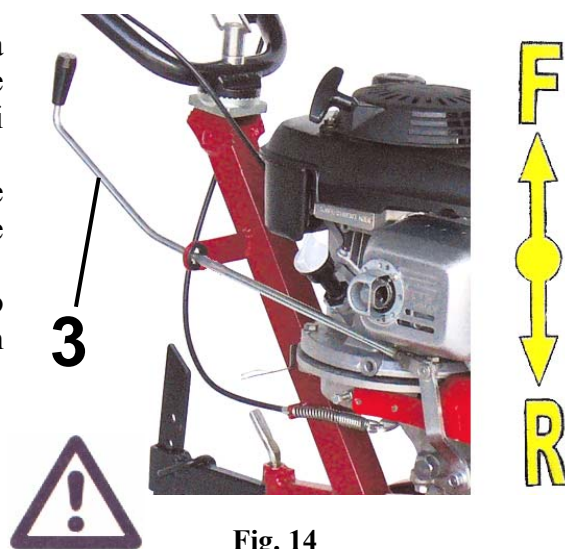

Fig. 14
2. Portare la leva di comando marce (**part. 3 fig.14**) nella posizione desiderata. Vedi decalcomania marce direttamente sull'asta del cambio (**fig.14** e segnali di comando);
4. Per disinserire le marce tenere alzata la leva innesto trasmissione e riportare la leva (**part. 3 fig.14**) in posizione di folle.